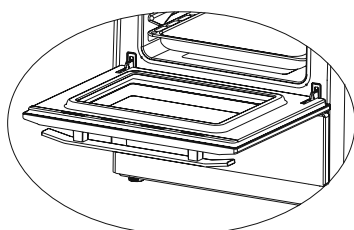

Fig 28.
1. Open the oven door (**Fig 28**).